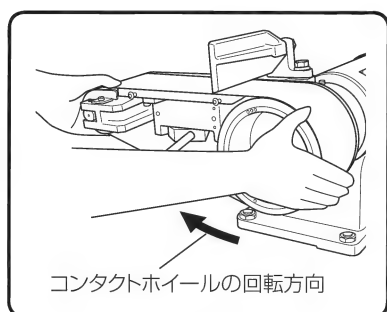

図 10
(3) 研磨ベルトの内側にある矢印をコンタクトホイールの回転方向に合わせてアイドルプーリーとコンタクトホイールに掛けます。(図 10)